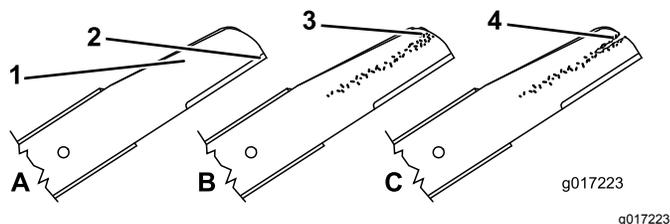

Figura 38
1. Inspeccione as extremidades de corte (Figura 38). Se as extremidades não estiverem afiadas ou estiverem amolgadas, retire e afie as lâminas.
2. Inspeccione as lâminas, especialmente a área curva (Figura 38). Se verificar qualquer dano, desgaste ou a formação de ranhuras nesta área, substitua imediatamente por lâminas novas.